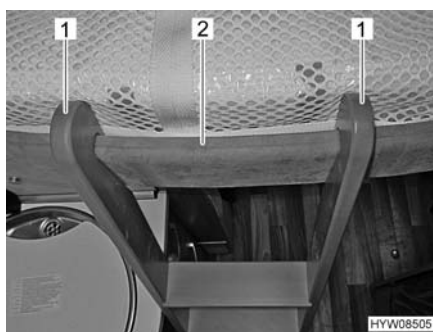

Fig. 71 Scaletta di accesso (agganciata)
- Agganciare la scaletta di accesso con le due staffe (Fig. 71,1) nella barra di presa (Fig. 71,2) al letto basculante.
- Staccare la scaletta di accesso dalla barra di presa (Fig. 71,2) nel letto basculante.